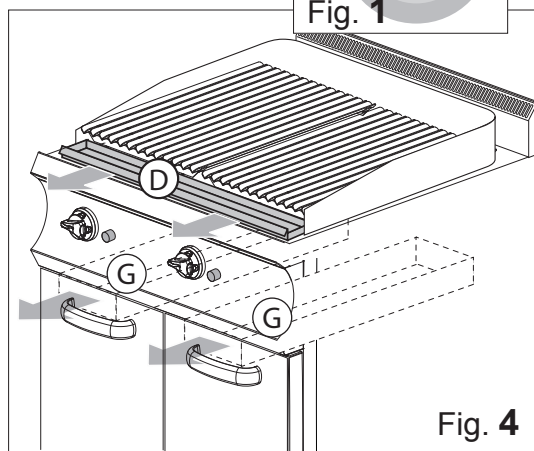
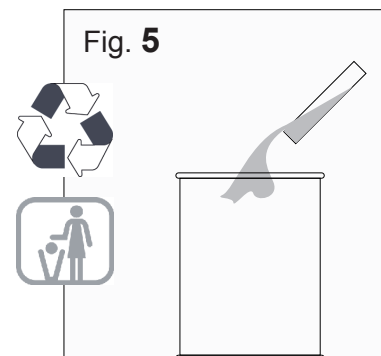
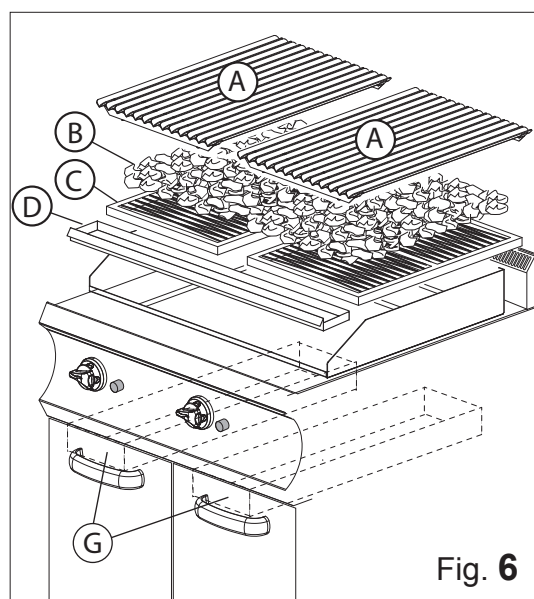

Fig. 4
Fig. 5
Fig. 6
- Vidange huile de combustion (Conteneur Fig. 6 Partie D).
- Evacuation des cendres (Conteneur Fig. 6 Partie F).
- Extraire de son logement le conteneur et le vider en suivant les procédures d'élimination en vigueur dans le pays d'utilisation (Fig. 4 Partie D. Fig. 5).
- Vérifier le niveau de remplissage du conteneur des cendres (Fig. 4 Partie G), le vider et le remettre à sa place.
- Soulever et enlever les plaques de cuisson (Fig. 6 Partie A).
- Enlever de leur logement les pierres usées (Fig. 6 Partie B).
- Nettoyer le logement des pierres (Fig. 6 Partie C) et nettoyer les conteneurs de récupération des cendres en les enlevant de leur logement à l'intérieur de l'appareil (Fig. 4 Partie G).
- Enlever de leur logement les pierres usées (Fig. 6 Partie B). Nettoyer l'emplacement des pierres.